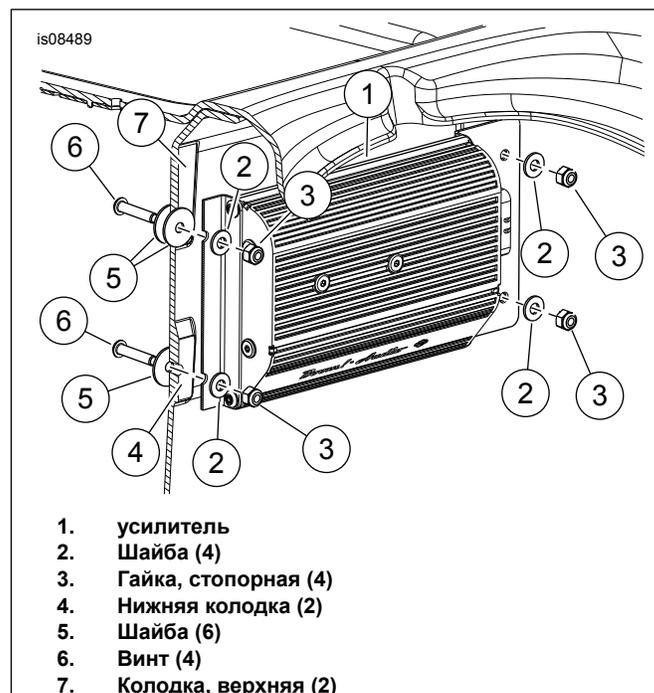

Рисунок 2. Установка усилителя
6. См. Рисунок 2 . Расположите усилитель и кронштейны (1) над четырьмя поднятыми колодками (4 и 7). Расположите разъем по направлению к левой стороне транспортного средства, как показано на рисунке. Поместите нижние отверстия по центру на нижние колодки (4).
11. См. Рисунок 2 . Поместите шайбу (5) на винты (6). Установите в отверстия с внутренней стороны багажника. С наружной стороны багажника поместите дополнительную шайбу (5) на верхние винты, чтобы они выступали только в качестве проставки. Расположите усилитель и кронштейны (1) над четырьмя поднятыми колодками (4 и 7). Расположите разъем по направлению к левой стороне транспортного средства. Установите шайбы (2) на кронштейны и винты. Закрепите гайкой (3). Затяните.